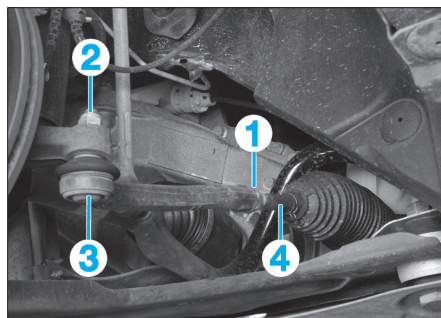

FIG. 8
- Desserrer le contre-écrou (1) de réglage de parallélisme (Fig.8).
- Déposer l'écrou (2), puis à l'aide d'un arrache-rotule, extraire la rotule (3) du pivot.
- Dévisser la rotule de direction (3) en maintenant la biellette de direction (4) à l'aide d'une clé plate.